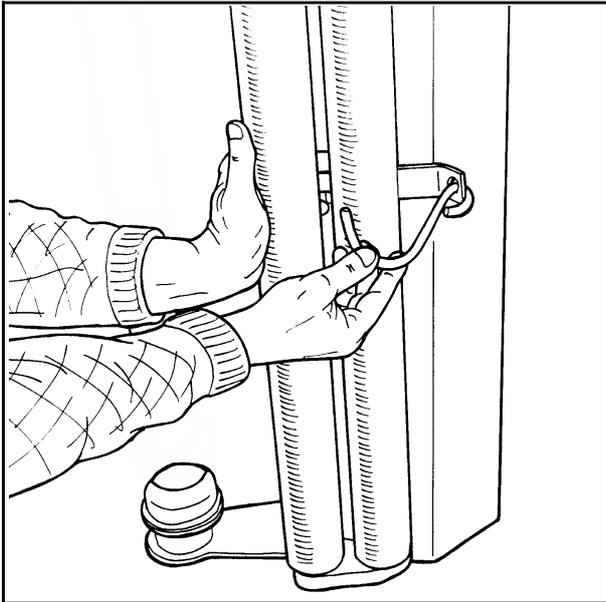

Bild 6-1
- 6.1 Zum Einlegen der Folieneinlage die Vorspannrollen zur Seite drücken. Die Rollen zu der Seite drücken und in die Raster sichern. (Sehe Abb. 6-1).